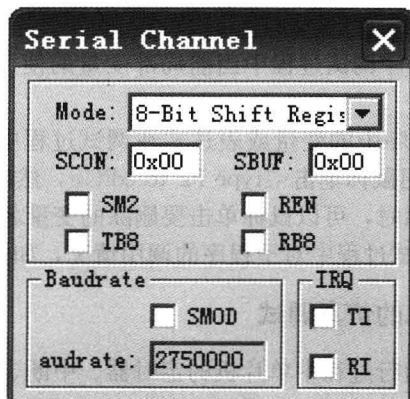

图 1-18 串行口对话框
(3) Serial: 用于显示或控制 51 单片机的串行口运行状态, 如图 1-18 所示。